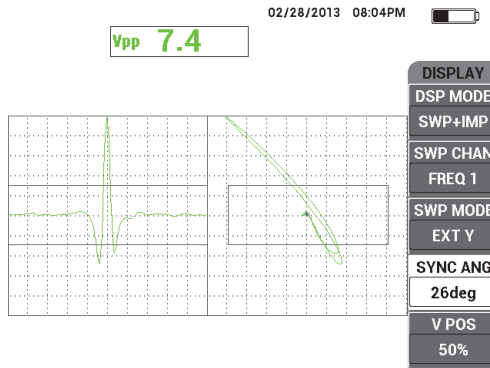

Figura 5-67 Ajuste de ângulo de sincronização
9. Pressione a tecla de menu DISP (  ) e, em seguida, defina **SYNC ANG** (tecla D) para o centro do sulco no registro de fita (veja Figura 5-67 na página 179).